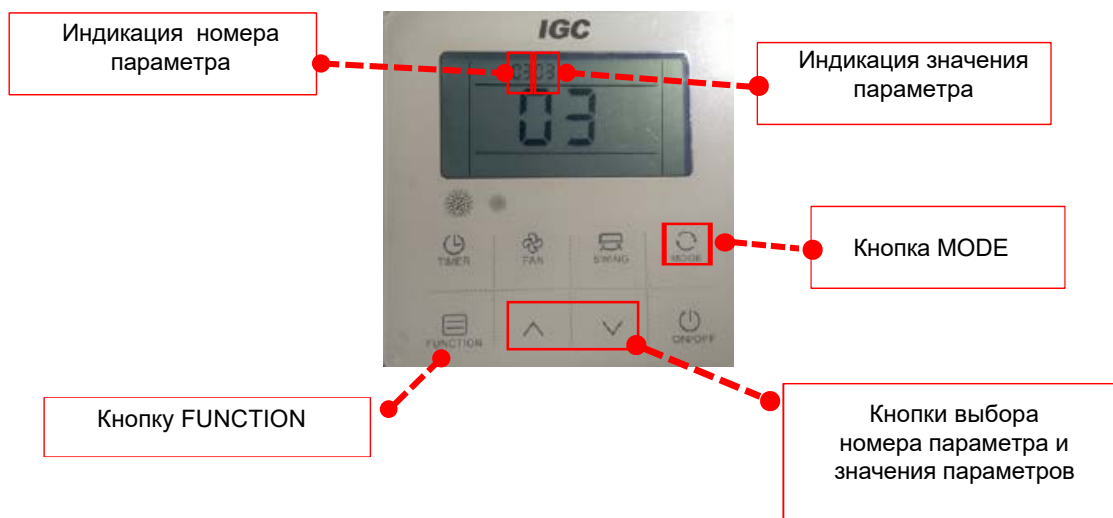

Рис. 1.7
- **Порядок настройки функций в контроллере (рис.1.7)**